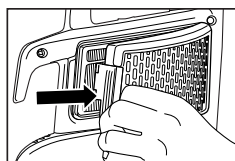

Fig. 1
1. Retire la cubierta del filtro empujando la lengüeta y girando la cubierta (Fig. 1).